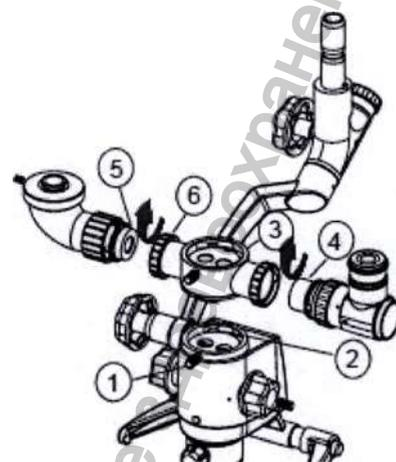

Рис. 30
13.9 Установка светоделителя с адаптером для Sony Handy cam адаптер и адаптера для CCD камеры (рис.30):